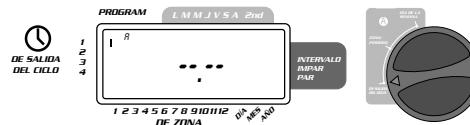

FIGURA 5: Pantalla LCD con hora de inicio
- La manera en que usted fije la hora de inicio es la misma para los dos programas. Haga girar el dial a la posición de **HORAS DE INICIO** del programa que desee fijar. La pantalla mostrará una A o una B, según el programa que haya seleccionado. En la pantalla se leerá --:-- , y aparecerá un cursor intermitente en la posición **INICIO 1** [Vea la figura 5].